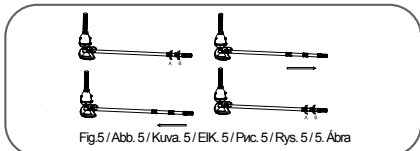

Fig.5/Abb. 5/Kuva. 5/EIK. 5/Pvc. 5/Rys. 5/5. Ábra
- Para ajustar la longitud del mango, gire el asa A y B en sentido anti-horário e deslice cada sección para alargarla o acortarla. Gire en sentido horario para bloquear cada sección en su sitio. (Veja Fig.5)
- Zur Einstellung der Stangenlänge drehen Sie den Griff A und B entgegen den Uhrzeigersinn verlängern oder verkürzen jeden Abschnitt. Im Uhrzeigersinn gedreht, rastet jede Abschnitt ein. (Siehe Abb.5)
- Om de lengte van de paal te regelen, draai de hendels A en B linksom en verschuif elk deel om te verlengen of te verkorten. Draai rechtsoom om elk deel op zijn plaats te vergrendelen. (Zie Fig. 5)
- Per regolare la lunghezza dell'asta ruotare in senso antiorario le maniglie A e B, quindi far scorrere ciascuna sezione per allungare o accorciare l'asta. Ruotare in senso orario per bloccare in posizione ciascuna sezione (Vedere Fig. 5).
- Pour régler la longueur du manche, tournez les poignées A et B dans le sens des aiguilles d'une montre et faites glisser chaque section pour l'allonger ou le raccourcir. Tournez dans le sens des aiguilles d'une montre pour mettre en place chaque section. (Voir Fig.5)
- Для регулировки длины шеста, поверните ручки А и В против часовой стрелки и раздвиньте или сдвиньте секции до нужной длины. Поверните секции по часовой стрелке, чтобы зафиксировать их по месту. (См. Рис.5)
- Aby ustawić długość rurki, obróć uchwyty A i B w kierunku przeciwnym do ruchu wskazówek zegara i przesuwać segmentami, wydłużając lub skracając ją. Obróć każdy segment zgodnie z ruchem wskazówek zegara, aby zablokować go. (Patrz Rys.5)
- För att justera skafvets längd ska man vrida handtag A och B moturs och dra i delarna för att dra ut eller korta dem. Vrid medurs för att låsa delarna på plats (Se Fig.5)